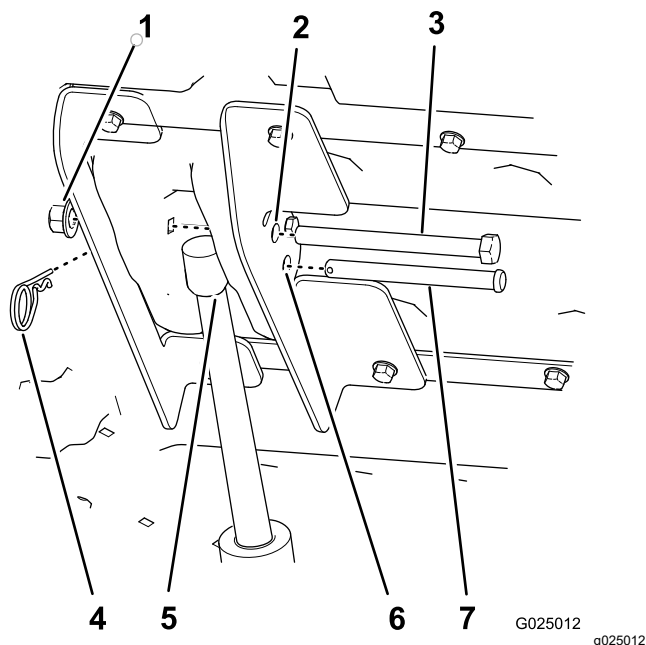

Figure 12
6. Appuyez sur la palette supérieure de la commande de levage du plateau pour déployer la tige de l'actionneur de levage jusqu'à ce que la tige soit alignée sur les trous des supports de levage intérieur et extérieur (Figure 12).
7. Fixez la tige de l'actionneur de levage aux supports de levage au moyen de l'axe de chape (3 1/2") et de la goupille fendue (Figure 12).
9. Insérez le boulon à tête hexagonale (1/2" x 5 1/2") dans les trous de 13 mm restants des supports de levage intérieur et extérieur (Figure 12), et fixez-le avec un contre-écrou (1/2") jusqu'à ce que le contre-écrou soit bien serré.